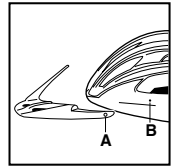

Figure 12
2 Pour remettre la visière en place, positionnez-la sur le casque et poussez sur les tenons (A) dans les trous correspondants sur le casque (B), voir figure 12.